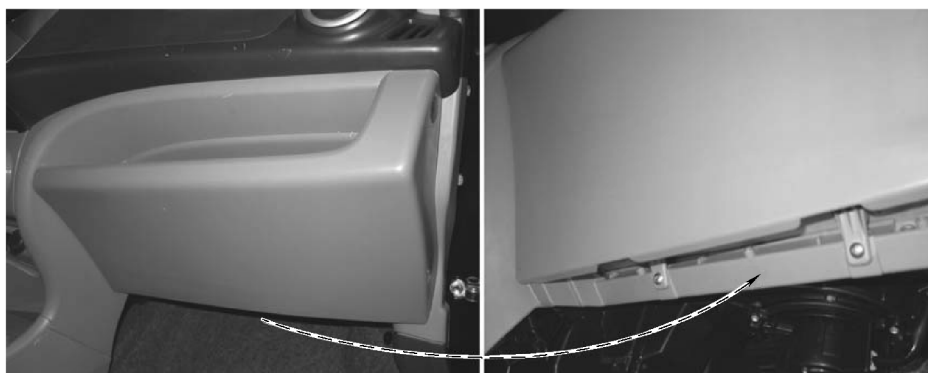

图 8-16 拆掉杂物箱外侧盖板
1) 先拆掉盖板，如图 8-16 所示。盖板由塑料盖子、一个塑料卡子和三颗螺钉固定于仪表板。
- ① 拆除杂物箱底部两颗螺钉。
- ② 拆除杂物箱侧边塑料盖子。
- ③ 拆除杂物箱侧边螺钉。
- ④ 拆除杂物箱内部塑料卡子。
- ⑤ 从仪表板下部拆下杂物箱。